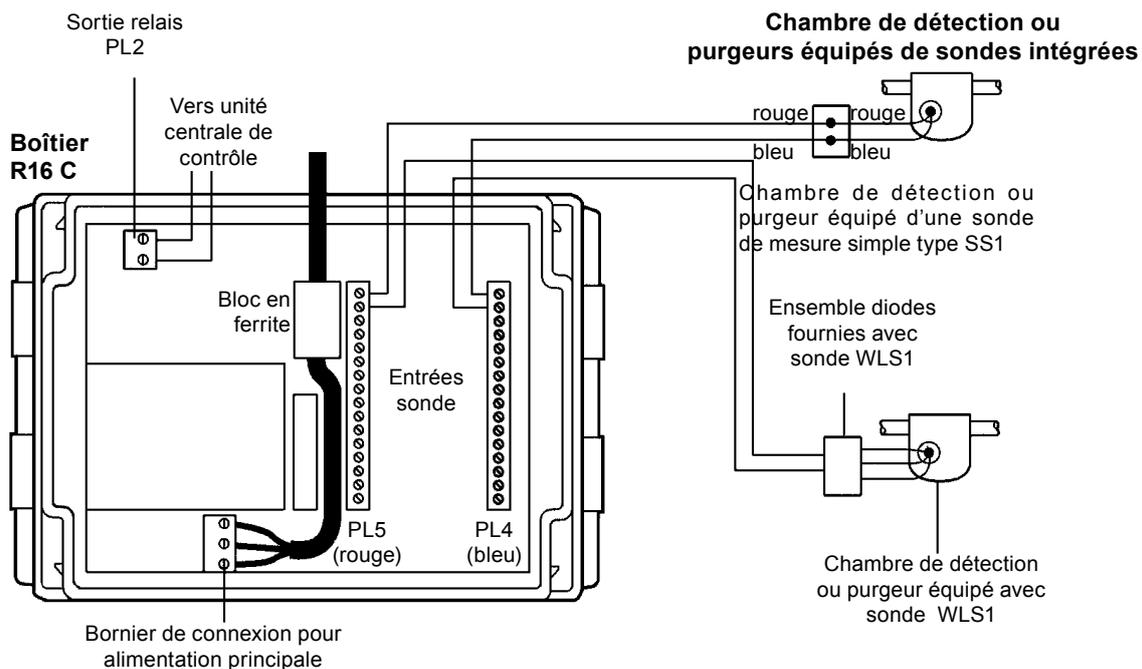

Fig. 7
Le schéma général de raccordement électrique (Fig. 7) représente les connexions à réaliser entre les sondes de mesure et le boîtier de surveillance R16C.
5. Il est important que la polarité du câblage des sondes soit correcte, c'est à dire comme représentée Fig. 7 (Le fil rouge de la sonde est à raccorder au bornier PL5 du boîtier de surveillance et le fil bleu de la sonde est à raccorder au bornier PL4). En cas d'inversion, le boîtier fonctionnera en apparence mais les informations fournies seront erronées.